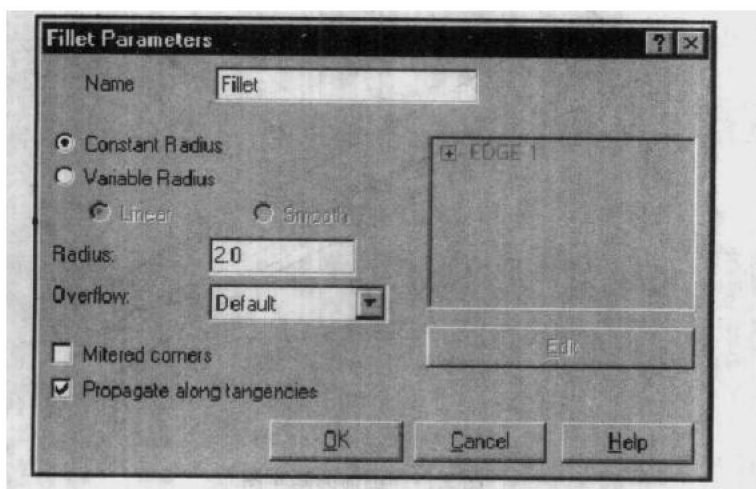

图 2.15 倒内部曲线参数对话框
- (6) 选择 Done, Fillet Parameters 对话框打开。
- (7) 在下图 2.15 所示的对话框中设置必要的参数。